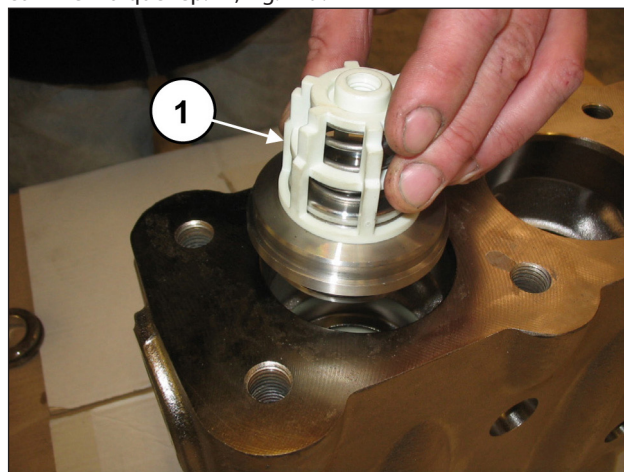
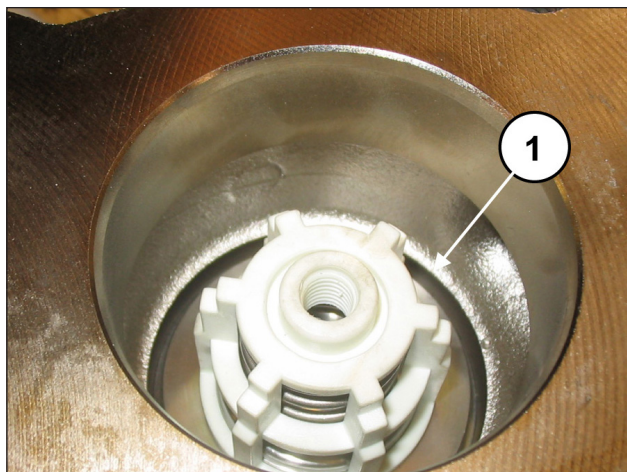

Fig. 118
Fig. 119
Placer le groupe soupape de refoulement (rep. ①, Fig. 118). Engager à fond le groupe soupape qui devra être positionné comme indiqué rep. ①, Fig. 119.